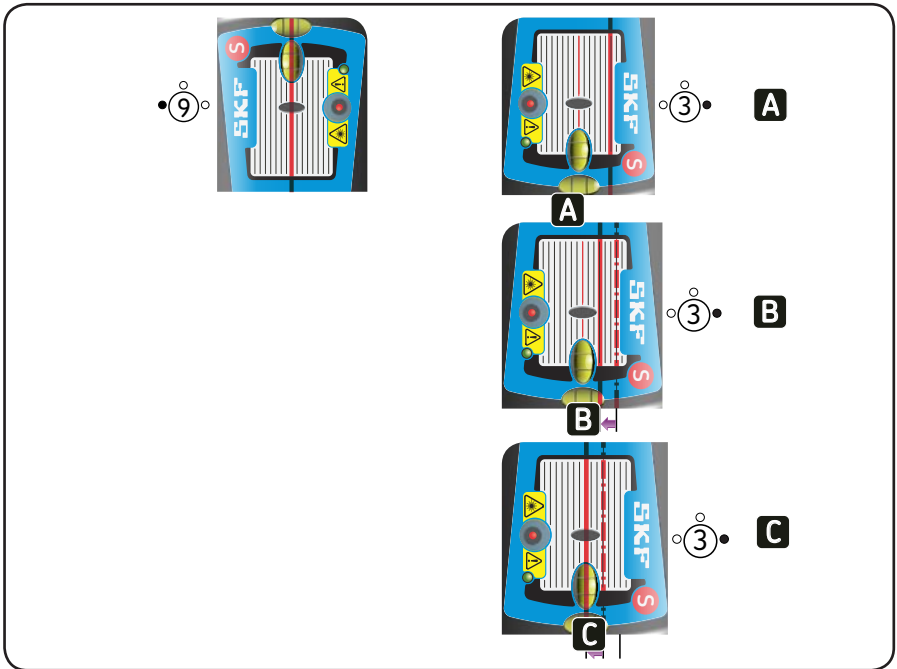

图 11. 粗对中
d) 如果激光在水平方向上的瞄准很差，激光可能已经超出了测位传感器的测量范围。如果发生了这样的事情，请先对机器进行粗对中。做这一步的时候，请在9点钟的位置将激光对上测位传感器，然后向3点钟的位置旋转直到激光快要超出测位传感器的范围，将激光调到当前位置和测位传感器中心间的居中位置的地方，见图11。调整可移动的机器至激光回到测位传感器的中心。